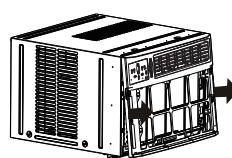

Fig.3
4. Empuje el lado del gabinete de metal para liberar las pestañas de plástico en cada lado del panel frontal (ver Fig.3).